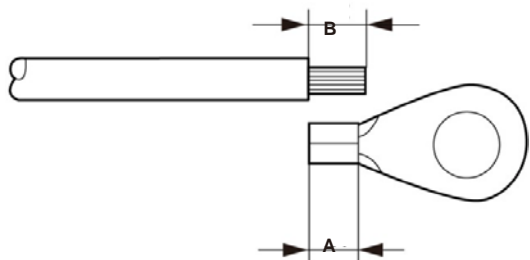

Figura 5.8 Lunghezza adatta
- 3) Spelare la guaina del cavo di terra per una lunghezza adeguata (come illustrato in figura 5.8).